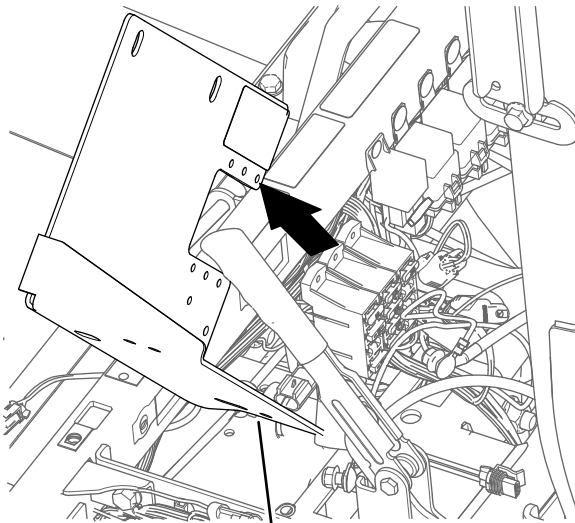

Figure 172
6. Déposez le support de batterie de la machine (Figure 172).